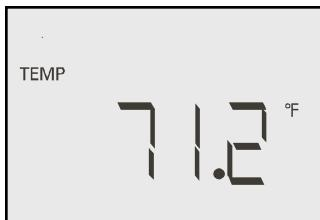

Figura 1
**5.1.1** El VA500A encenderá en la función de temperatura. Si la unidad ya está en otra función, oprima el botón de “MODE” hasta que se despliegue la función de Temperatura en la pantalla. (Figura 1)